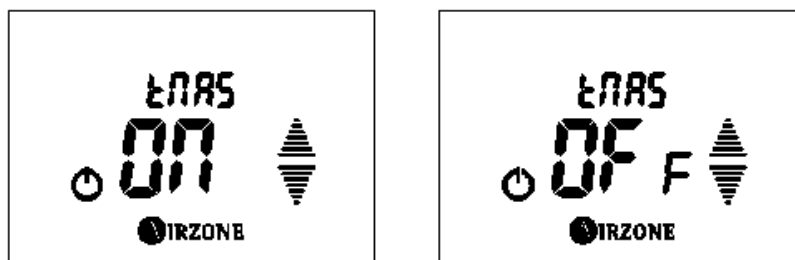

Fig. 74
- **Configuración termostato maestro E_{TAS} :** Muestra la configuración que tiene el módulo de zona. Si es maestro muestra **---** y si es zona muestra **---**. Si desea cambiar configuración del módulo de zona pulse **AIRZONE**, el valor del menú se pondrá a parpadear, esto indica que estamos dentro del menú. Seleccione la opción deseada mediante las flechas **▲▼** y pulse **AIRZONE** para confirmar. Si desea salir del menú pulse **⏻** para volver al menú anterior. (Fig. 74)